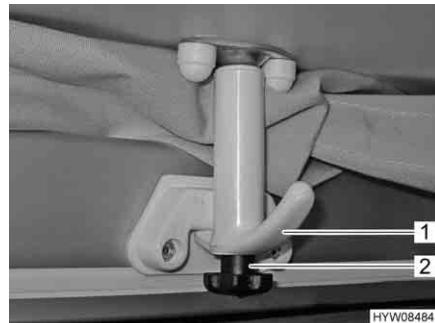

Fig. 33 Tenditore (sbloccato)
- Allentare una vite a testa cilindrica zigrinata (Fig. 33,2) su ciascuno dei due tenditori anteriori (Fig. 33,1).